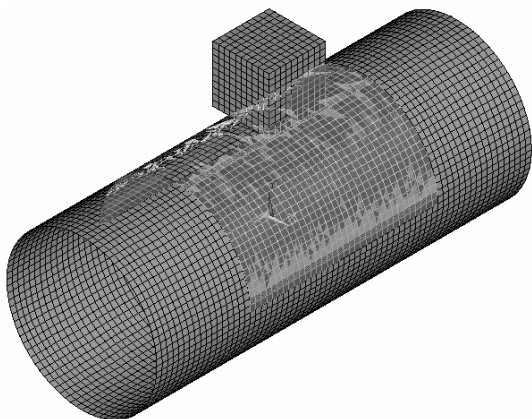
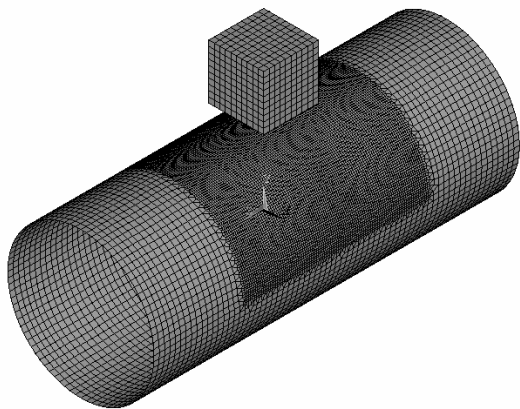

图 3-181 选择两个弧面
图 3-182 加密后的网格
(6) 依次选择 Main Menu>Preprocessor>Meshing>Mesh>Modify Mesh>Areas, 弹出“Refine mes...”窗口, 单击选中圆筒上离方块最近的两个弧面(见图 3-181), 然后单击“OK”按钮。加密后的网格如图 3-182 所示。